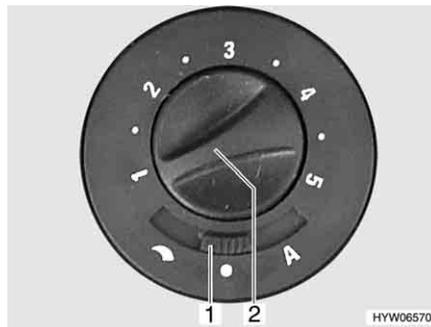

Fig. 139 Conmutador de mando para ventilador de circulación de aire
- Ajustar el conmutador deslizante (Fig. 139,1) en "☾" (regulación manual) o "A" (modo automático).
- Ajustar (regulación manual) o limitar (modo automático) la potencia deseada del ventilador de circulación de aire con el botón giratorio (Fig. 139,2).
- Ajustar el conmutador deslizante (Fig. 139,1) en "●" (Off).